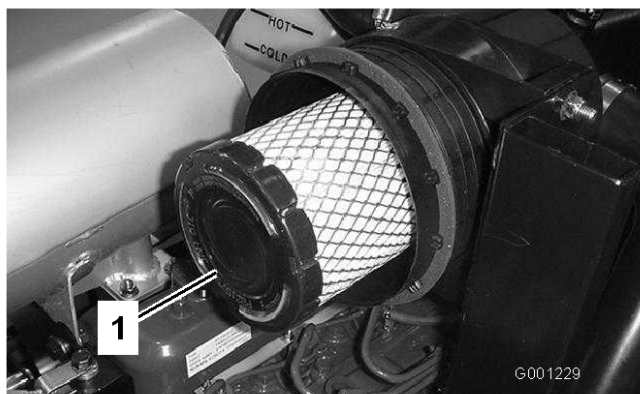

Figura 47
4. Retire e substitua o filtro primário (Figura 47).